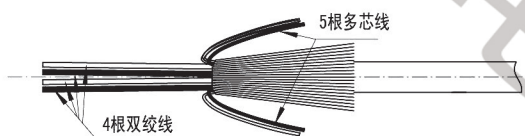
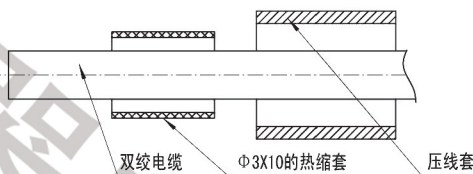

图1.5 4根双绞线理直
图1.6 压线套和热缩套装在双绞线上
2) 按照图1.5将4根双绞线理直； 3) 将用于压接电缆屏蔽的压线套和热缩套装在双绞线上，如图1.6